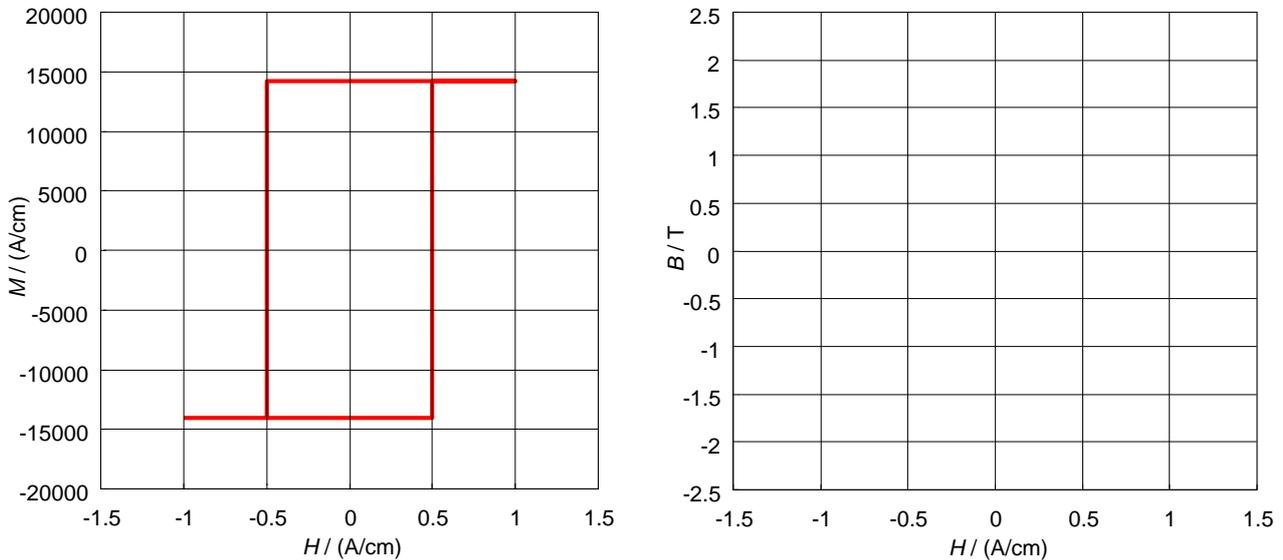

Bild 1
Bild 1, links zeigt die Magnetisierungskurve  $M(H)$  eines ferromagnetischen Werkstoffs bei  $T_1 = 300K$ , die durch eine rechteckige Hysteresekurve mit einer Sättigungsmagnetisierung von  $M_s = 14 \cdot 10^5 A/m$  angenähert wurde.
a) Tragen Sie in das rechte Diagramm (Bild 1, rechts) die magnetische Induktion  $B$  in Abhängigkeit der magnetischen Feldstärke  $H$  ein. Geben Sie die Koerzitivfeldstärke  $H_C$  an und berechnen Sie die Remanenzinduktion  $B_R$ .